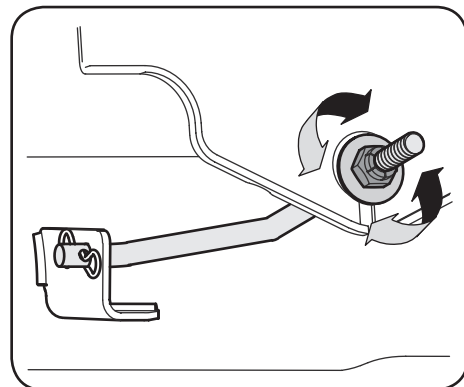

Figura 4-6
3. Localice la contratuerca y la tuerca de seguridad que se encuentran en la parte delantera de la ménsula estabilizadora. Consulte la Figura 4-6.